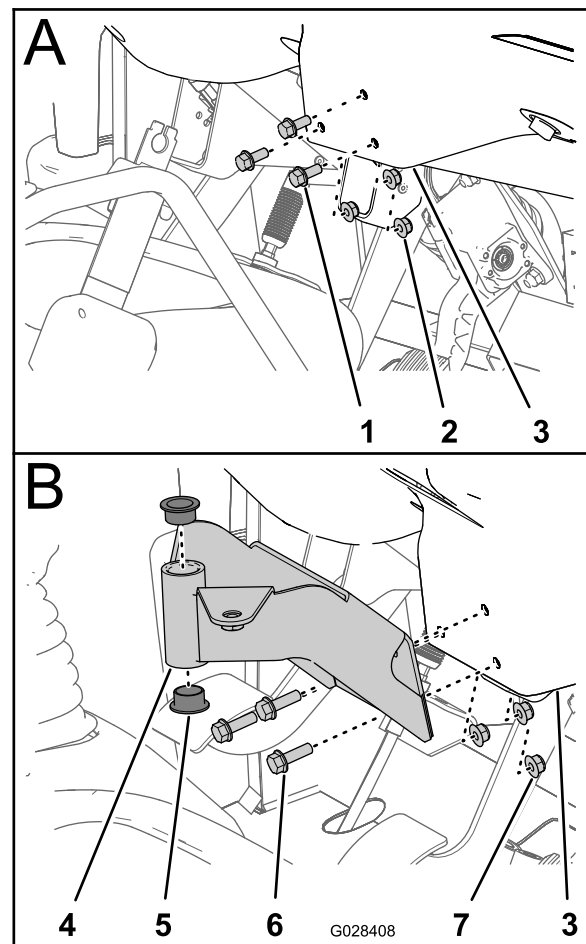

Figura 18
1. Demontai cele 3 uruburi i 3 piulie care fixează poriuinea centrală inferioară a panoului tabloului de bord pe suportul de susinere a tabloului de bord (Figura 18).
2. Aliniaz orificiile din suportul de montaj pentru consola de comandă cu orificiile din tabloul de bord i suportul de susinere (Figura 18).
4. Strângeți uruburile i piuliile la (Figura 18).
5. Introduceți cele 2 buce de plastic în suportul de montaj (Figura 18).